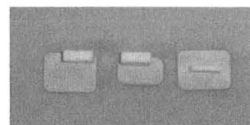

図8. 阪神バイトブロック概観
- ・ 阪神バイトブロック (以下、Bブロックと略す。図8)